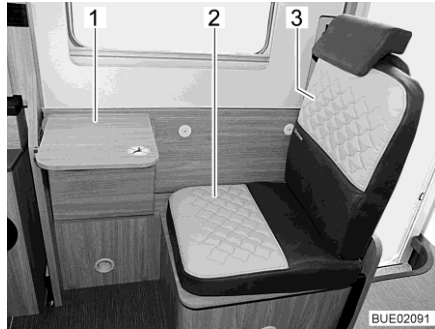
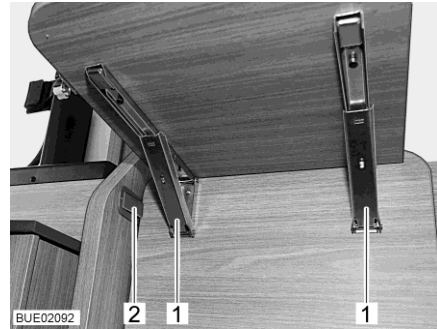

Fig. 27 Asiento adicional con mesa plegable
Fig. 28 Pestañas en la mesa plegable
- Instalar el cojín del asiento incluido (Fig. 27,2) y el cojín del respaldo (Fig. 27,3).
- Girar la parte delantera del banco longitudinal hacia arriba hasta que encaje en la pestaña de plástico (Fig. 28,2).
- Plegar el tablero de la mesa hacia abajo: Desbloquear ambas pestañas (Fig. 28,1) y girar el tablero de la mesa (Fig. 27,1) hacia abajo.